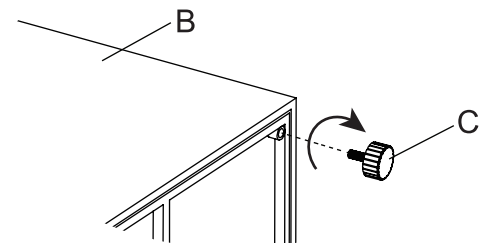

Figure 1
1. Toisen henkilön avustuksella, aseta tulipesä (B) varovasti tasaiselle, naarmuttamattomalle pinnalle. Tarkista neljä kulmaa pohjasta, kohdenna liukunastat (C) ruuvireikiin ja kierrä myötäpäivään (katso Figure 1).